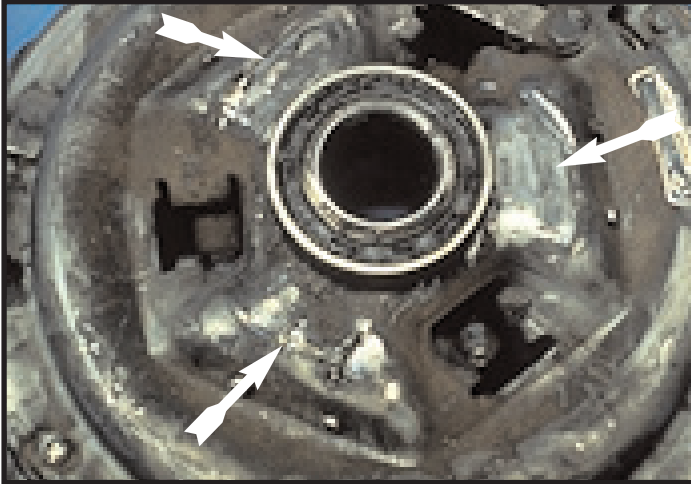

Figura 4
- Daños en la cubierta del embrague (véanse flechas, figura 4)